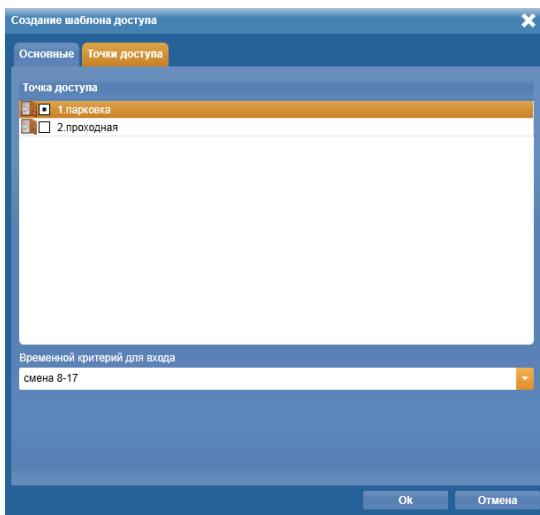

Рисунок 22. Окно **Создание шаблона доступа** вкладка **Точки доступа**
- На вкладке **Точки доступа** (Рис. 22) в поле списка отметить те точки доступа, через которые шаблон доступа должен давать право прохода, и снять выделения с тех точек доступа, через которые проход должен быть запрещен в рамках данного шаблона доступа. В списке отображаются только точки доступа, относящиеся к той же организации, что и создаваемый шаблон доступа. Точки доступа создаются в приложении **Администратор** (1.13.1).
- 4) В открывшемся окне **Свойства шаблона доступа**, которое по структуре аналогично окну **Создание шаблона доступа** (Рис. 22), отредактировать необходимые параметры. Процесс редактирования параметров аналогичен процессу создания нового шаблона доступа, описанному в пункте Добавление шаблона доступа..,